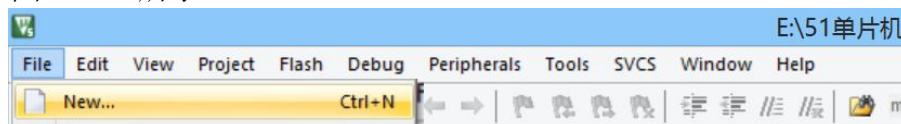
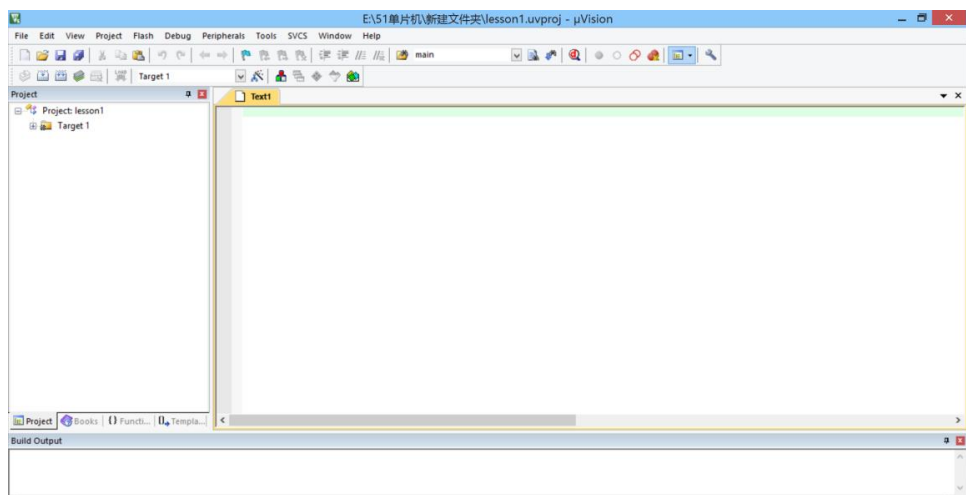

图2-54-1新建文件
图2-54-2新建完文件后的窗口界面
(1) 如图2-54-1所示，单机【文件】菜单中的【New】菜单项。新建文件后窗口界面如图2-54-2所示。